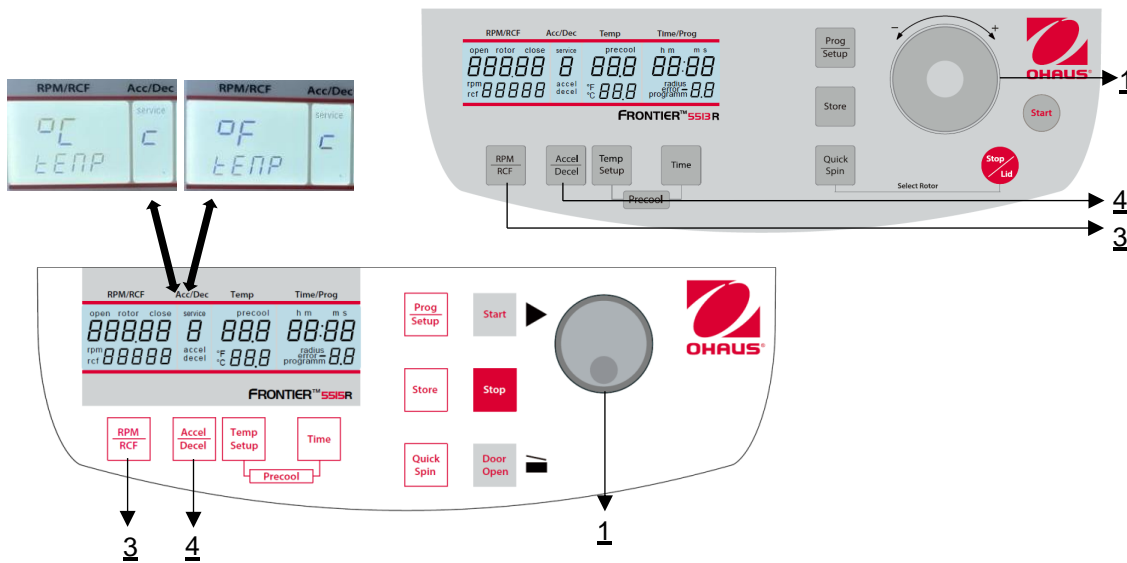

Figura 27
Procedere come descritto al punto 4.1.1 per entrare in questa modalità di programma e poi premere il tasto **"Accel/Decel"** (4). Nel display **"Acc/Dec"** (A-2) lampeggia la parola **"Service"** (M12). Selezionare ora la lettera **"C"** con il bottone di regolazione / rotella (1). Di conseguenza, nel display **"RPM | RCF"** (A-1) appare la scritta **"CELSI/temp"**. Se si preme il tasto **"RPM | RCF"** (3), lampeggia la scritta **"°C"** e si può cambiare la visualizzazione in Fahrenheit **"°F"** con la manopola di regolazione/rotella (1) (vedere Figura 27).